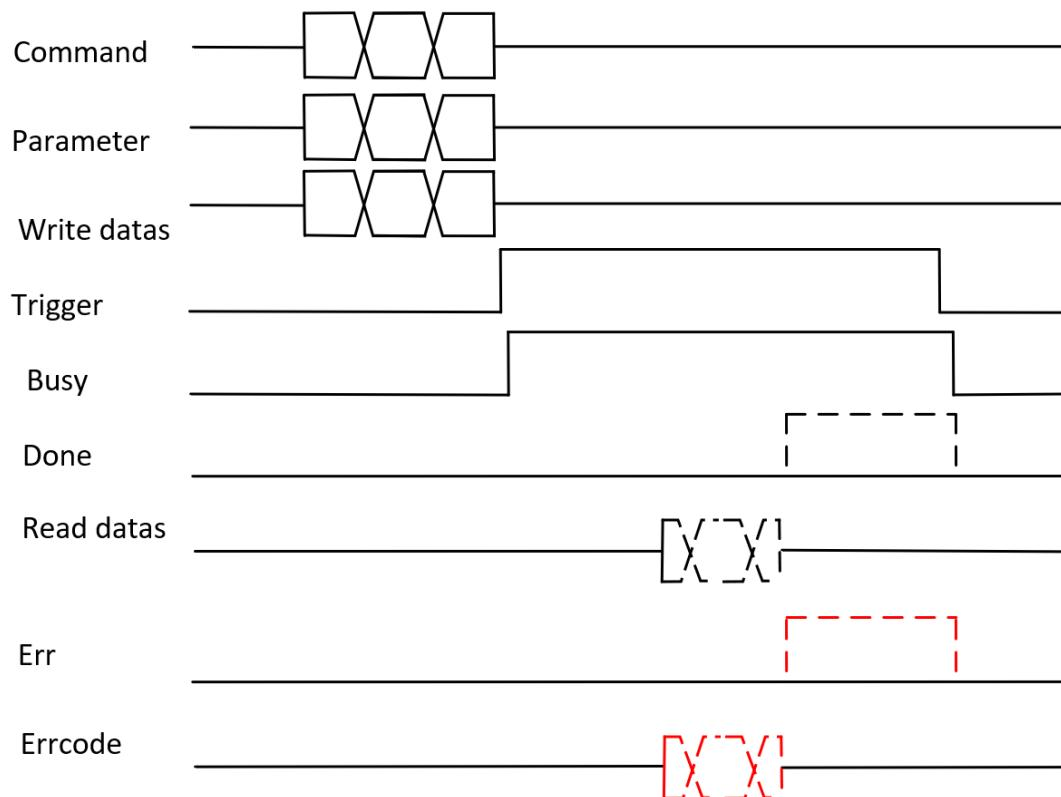

图 6-3 RFID 命令执行时序图
②命令执行。命令的执行以 Trigger 上升沿信号开始, 在给 Trigger 信号置位之前, 先将命令/参数/数据填充好。在命令执行期间保持 Trigger 信号置位, 若取消当前命令的执行, 将 Trigger 复位即可, Trigger 后输入数据取的状态信息将复位。命令执行完后可从 Read datas/Errcode 取命令执行的结果。如图 6-3 所示。